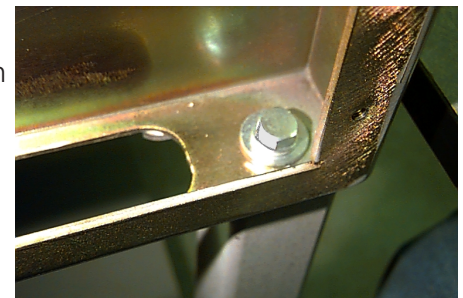

Abbildung 1-13
4. Befestigen Sie die Maschine an dem Karren mit den M6 Sechskantschrauben, einer flachen Unterlegscheibe und einer Sicherungsscheibe (die Teile werden mit dem Karren geliefert). Siehe Abb. 1-13. Installieren Sie die flache Unterlegscheibe, dann die Sicherungsscheibe und zum Schluß die Schraube.